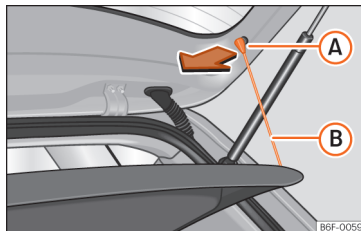

Abb. 166 Im Gepäckraum: Gepäckraumabdeckung aus- und einbauen.
- Hängen Sie die Haltebänder »» (Abb. 166) (B) aus den Aufnahmen (A) aus.
- Hängen Sie die Haltebänder »» (Abb. 166) (B) an der Heckklappe ein.